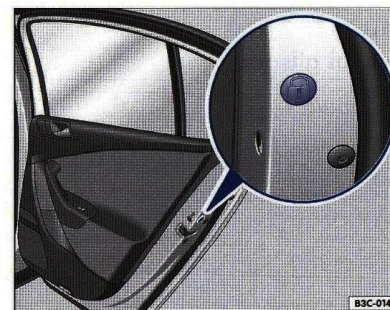

Fig. 37 Elementul închiderii de urgență, acoperit de garnitura de cauciuc, pe partea frontală a ușii dreapta spate.
- Îndepărtați garnitura de cauciuc de pe partea frontală a ușii, care este marcată cu simbolul unei încuietori ⇒ fig. 37.